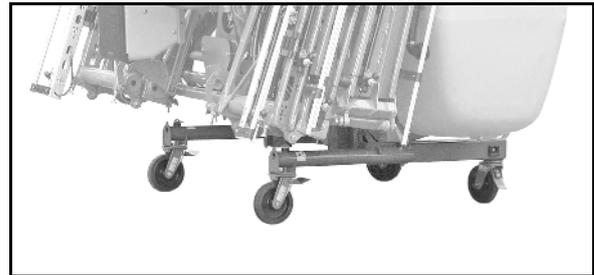

Fig. 8
- Abstellstützen links und rechts (Fig. 8) gegen Umfallen der abgestellten Maschine